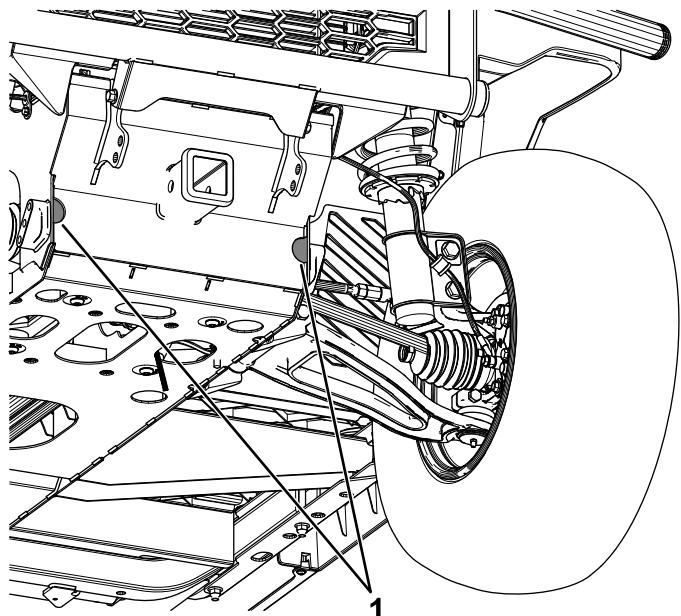
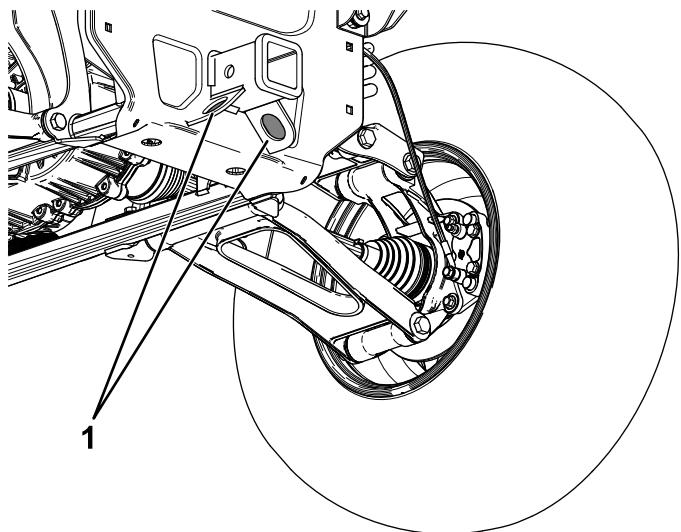

図 74
図 75
ロープがけポイントについては図 74 と 図 75 を参照してください。
1. 機体前部にある牽引トングにロープなどの牽引索を取り付ける図 74。